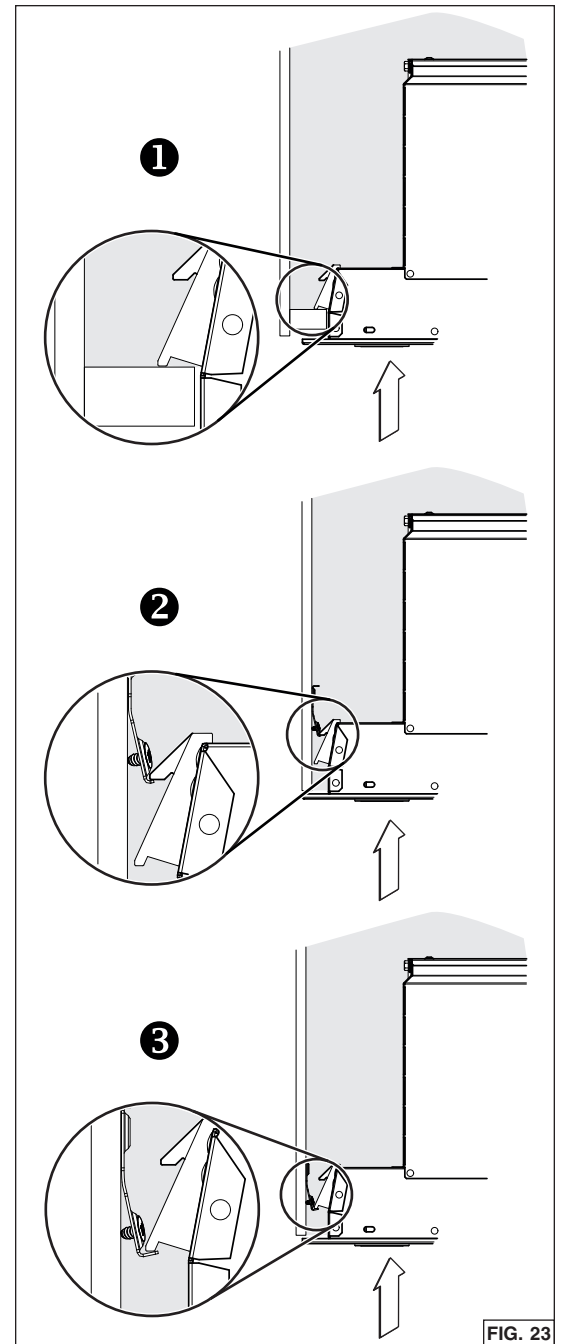

FIG. 23
2. Insérer l'appareil dans l'armoire, jusqu'à ressentir un « clic » provenant des deux côtés de l'appareil, confirmant que les crochets *Ease of Install* s'appuient sur le dessus des côtés de la base de l'armoire ①, ou sur les rebords des supports d'armoire ② ou ③ (FIG. 23). Bouger l'appareil de gauche à droite, d'avant à l'arrière et le lever pour vérifier que les crochets *Ease of Install* retiennent l'appareil à l'intérieur de l'armoire.